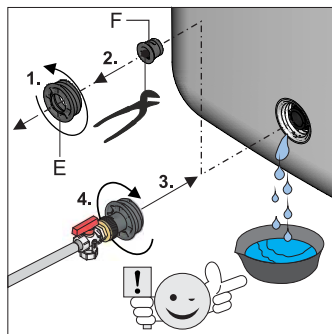

Fig. 6-5 Étapes de travail 4 + 5
5. Dévisser la pièce fileté située au niveau du raccord de remplissage et de vidange (fig. 6-5, rep. E) ainsi que le bouchon de fermeture (fig. 6-5, rep. F) et revisser immédiatement la pièce de raccordement du tuyau préassemblée (fig. 6-5, rep. C) dans le raccord de remplissage et de vidange.